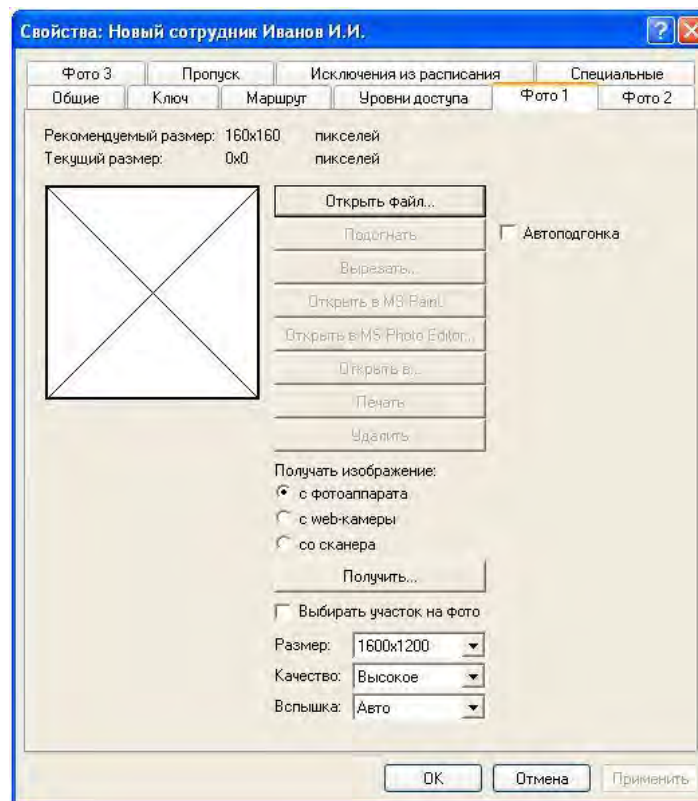

Рисунок 34.
3. Фото1 (Фото2, Фото3) (Рис. 34).